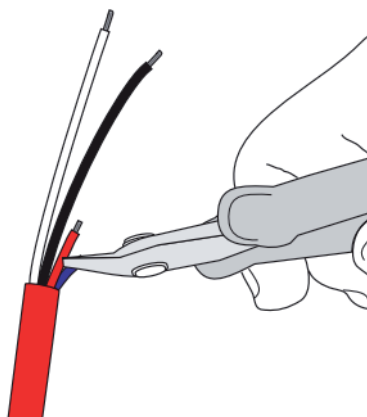

Fig. 2
N.B.: Si raccomanda di tagliare ed isolare i terminali che non verranno utilizzati (fig. 2).
N.B.: Take care to cut and insulate the ends that will not be used (see Fig. 2).